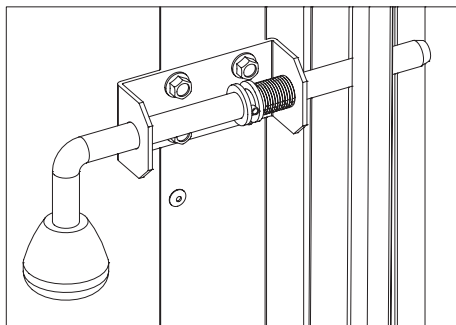

Рис.41
- Установка засова (рис. 41) производится по выполненным в секции полотна ворот четырем отверстиям. Засов закрепляется четырьмя самонарезающими винтами 6.3х16.